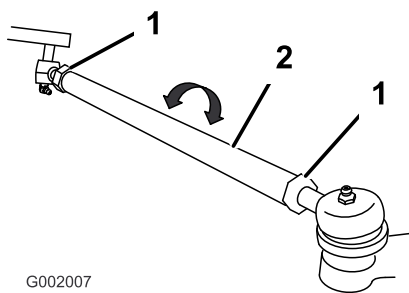

図 61
5. 前後の測定値の差が所定範囲にない場合、タイロッド両端のジャムナットを外して調整を行う(図 61)。